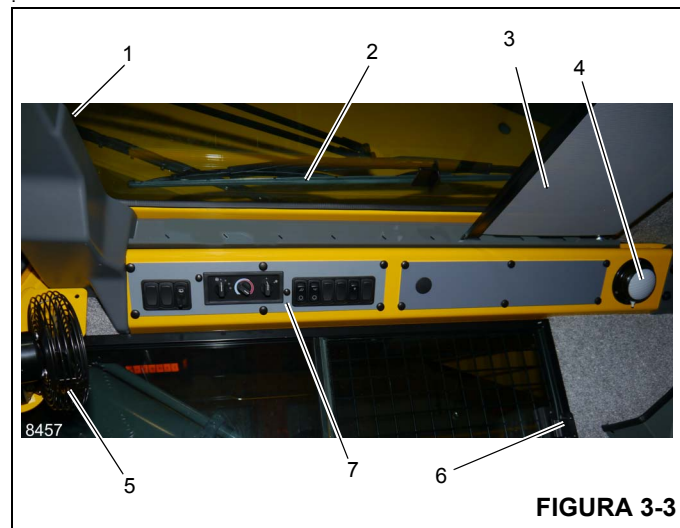

FIGURA 3-3
El pestillo de la ventana del techo (1) (Figura 3-3) se encuentra en la parte delantera de la ventana. Apriete el pestillo y deslice la ventana hacia atrás para abrirla. Para cerrar, deslice la ventana hacia adelante hasta que el pestillo se trabe.
El limpiacrystal de la ventana del techo (2) (Figura 3-3) se controla por medio del interruptor del limpiacrystal de la ventana del techo (4) (Figura 3-4), y su funcionamiento es controlado por el motor del limpiacrystal.
La visera de la ventana del techo (3) (Figura 3-3) se utiliza para reducir la luz solar directa. La visera es autorretraíble y se puede utilizar para filtrar el ingreso de luz solar o se puede ajustar hacia atrás y trabarse en las muescas provistas.
La luz interior de techo (4) (Figura 3-3) se encuentra en la esquina trasera derecha de la consola superior de la cabina y provee iluminación a la cabina. La luz de techo interior se controla por medio de un interruptor ubicado en la lámpara misma.
El ventilador de circulación de la cabina (5) (Figura 3-3) se encuentra en el lado delantero izquierdo de la cabina, encima del marco de la ventana. Una unión giratoria permite girar el ventilador y en su base se encuentra el interruptor de control. El interruptor tiene las posiciones alta, baja y apagado.
La ventana del lado derecho de la cabina se puede abrir. Apriete el pestillo (6) (Figura 3-3) para soltar la traba y deslícela hacia adelante. Para cerrar, deslice la ventana hacia atrás hasta que el pestillo se trabe.